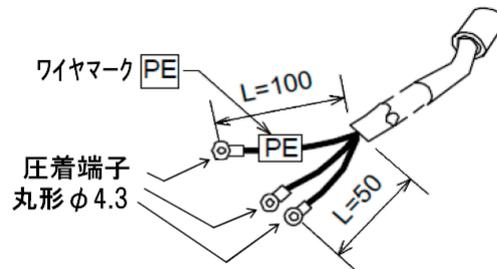

図 5-11 電源ケーブル
- (1) 電源ケーブルの圧着端子側を貴社の設備側分電盤の端子台にネジ止めしてください。「PE」マークのある方が接地用で、他の 2 本のワイヤが単相交流電源用です。（図 5-11, 表 5-4 参照）